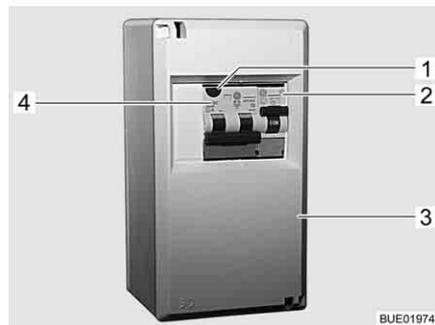

Fig. 126 Scatola dei fusibili a 230 V
Un interruttore di sicurezza per correnti di guasto combinato (Fig. 126,4) nella scatola dei fusibili (Fig. 126,3) protegge l'intero veicolo da correnti di guasto (0,03 A).
In veicoli con accessori opzionali (ad es. impianto di climatizzazione), un ulteriore interruttore di sicurezza (10 A) (Fig. 126,2) protegge l'apparecchio.
- Se il veicolo è collegato all'alimentazione a 230 V, premere il tasto di controllo (Fig. 126,1). L'interruttore di sicurezza per correnti di guasto deve scattare.